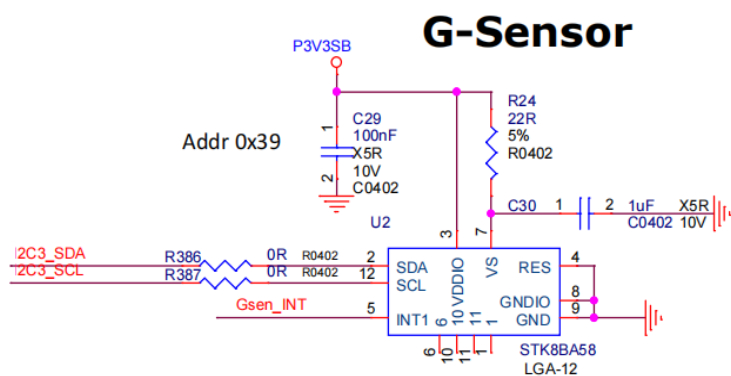

图 2-22 陀螺仪原理图
(13) 陀螺仪：测量角速度和角度变化，用于姿态检测和运动控制。原理图如图 2-22：
(15) 7 段数码管：用于显示数字和简单字符，常用于显示计数或状态信息。原理图如图 2-22：